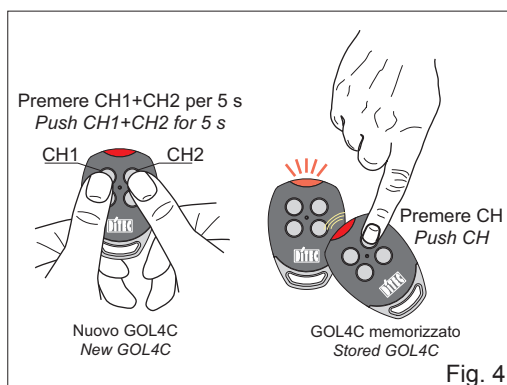

Fig. 4
6. CLONAZIONE GOL4C (fig. 4)
6. CLONING GOL4C (fig. 4)